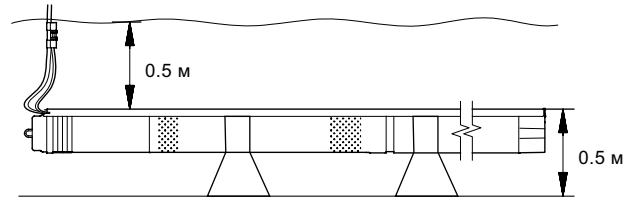

Рис. 10. Установка в горизонтальном положении
- **для монтажа в горизонтальном положении:** минимальное расстояние 0,5 м от дна резервуара до верхнего края насоса и расстояние 0,5 м от всасывающего патрубка насоса до динамического уровня воды (см. рис. 10).